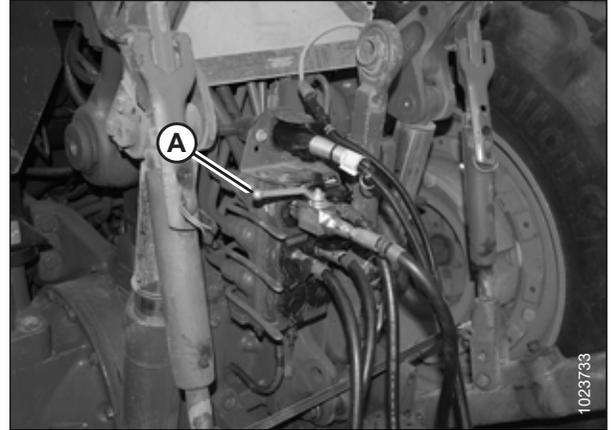
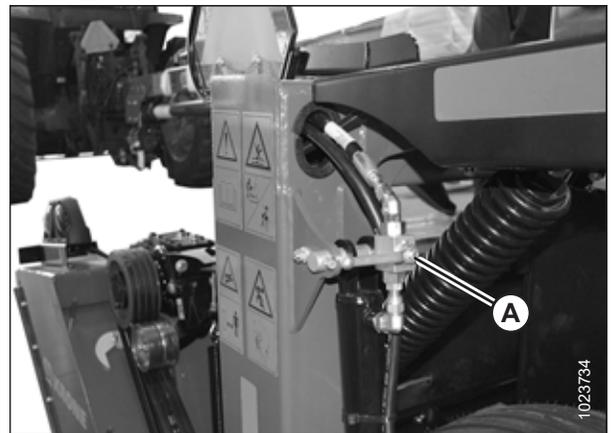

Figure 9.21: Vanne de verrouillage de la direction
Figure 9.22: Clapet de verrouillage du vérin de levage
12. Fermez le clapet de verrouillage de la direction et les deux clapets de verrouillage des vérins de levage en tournant les poignées en position fermée. Pour des instructions, reportez-vous à la figure 9.21, page 169 et à la figure 9.22, page 169.